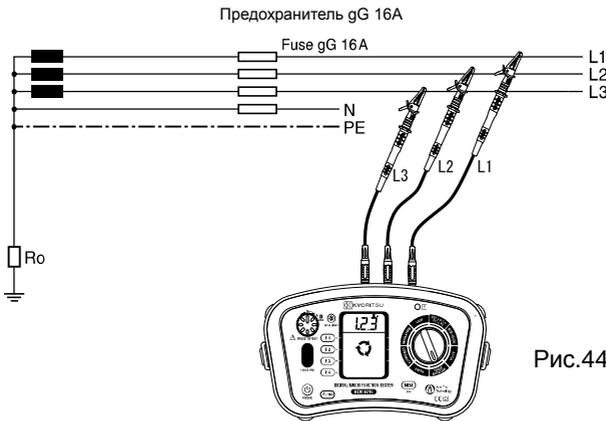

Рис.44
3. Подсоедините каждый измерительный щуп к тестируемой схеме. (Рис.44)